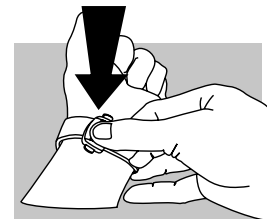

fig. 2
Lukking (fig. 2): Sett OMEGA-klokken på håndleddet ditt, skyv remmen inn og fest låsen til du hører et klikk.
Justering av lengden (fig. 2): Trykk på stiften "PUSH" i retning (A) samtidig som du vrir den for å frigjøre enden (B). Skyv enden på innsiden av dekselet og sett den i ønsket posisjon (C). Trykk på det bevegelige systemet for å låse den, og sørg for å plassere hullet riktig på stiften for ikke å skade enden (D). Prøv om uret sitter riktig, og juster på nytt ved behov.